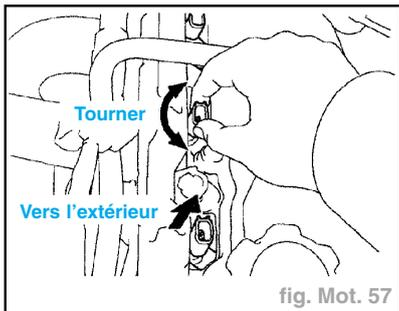

fig. Mot. 57
- Orienter le connecteur de chaque injecteur vers l'extérieur (fig. Mot. 57).